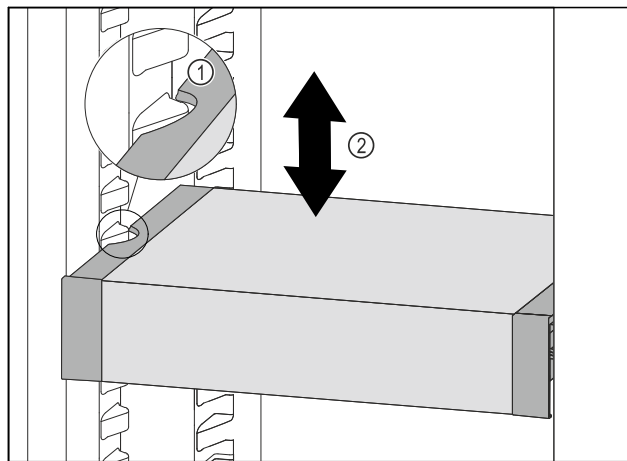

Fig. 161
- Táhněte VarioSafe dopředu, dokud nebudou boční vybrání VarioSafe na úrovni žebrování na nádoby v chladničce. Fig. 161 (1)
- Posouvejte VarioSafe v chladničce nahoru nebo dolů, dokud nedosáhnete požadované výšky. Fig. 161 (2)